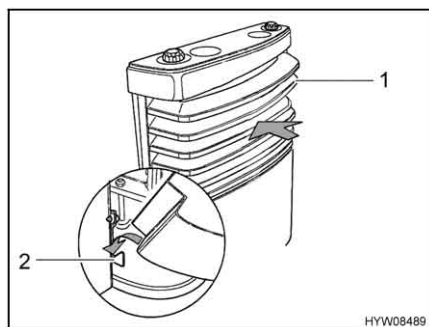

Fig. 81 Copertura del riscaldamento, supporti inferiori
- Montare la copertura del riscaldamento. A tale scopo, collocare la copertura (Fig. 81,1) sui supporti inferiori (Fig. 81,2).